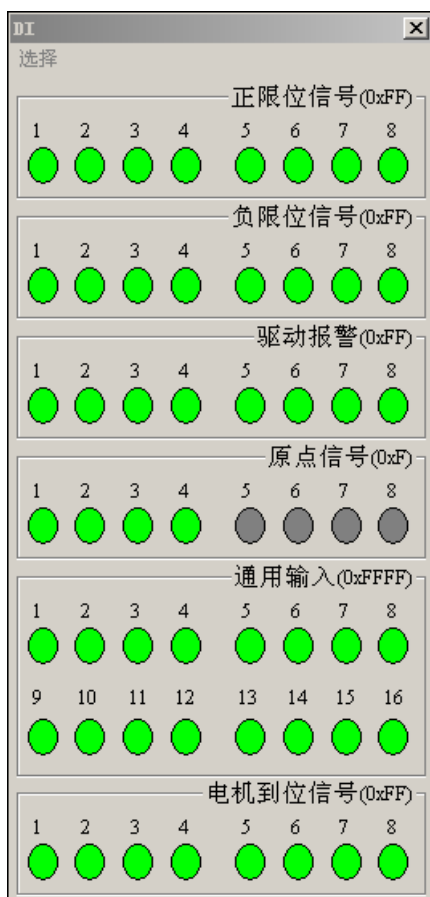

图 4-20 数字量输入对话框
- (1) 在MCT2008软件主界面选择点击菜单“视图”->“数字量输入”, 将会弹出数字量输入DI模块对话框, 如图4-20所示;